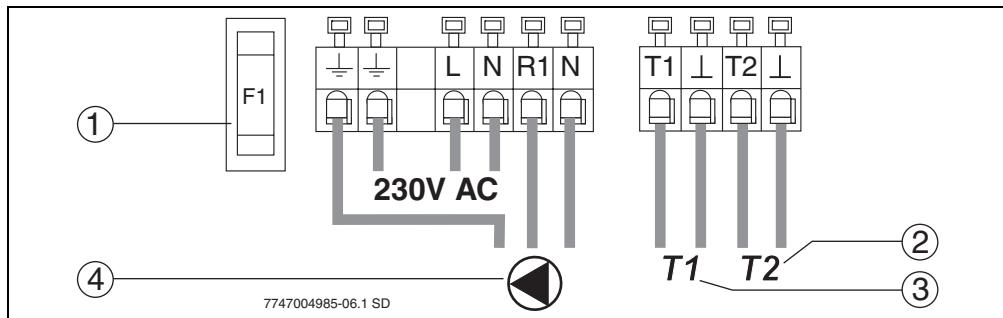

Fig. 40 Esquema de ligações
- ▶ Ligar os cabos conforme o esquema de ligações (→ Fig. 40) e a aplicação do controlador (→ tab. 24, página 52).